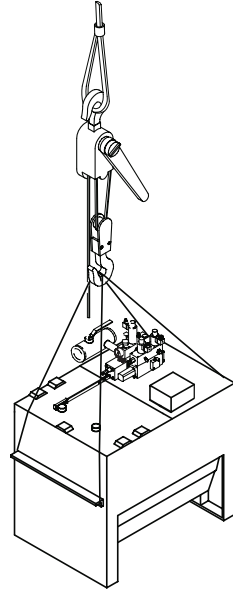

Fig. 2 Elevación de centralita con cables
- La carga y descarga de las centralitas desde los medios de transporte deberá realizarse con carretillas elevadoras. Si se levantan las centralitas con cables, hacer pasar los cables por debajo de las asas. (ver Fig. 2 y ver tabla de pesos en la pág. D840M3L.084).